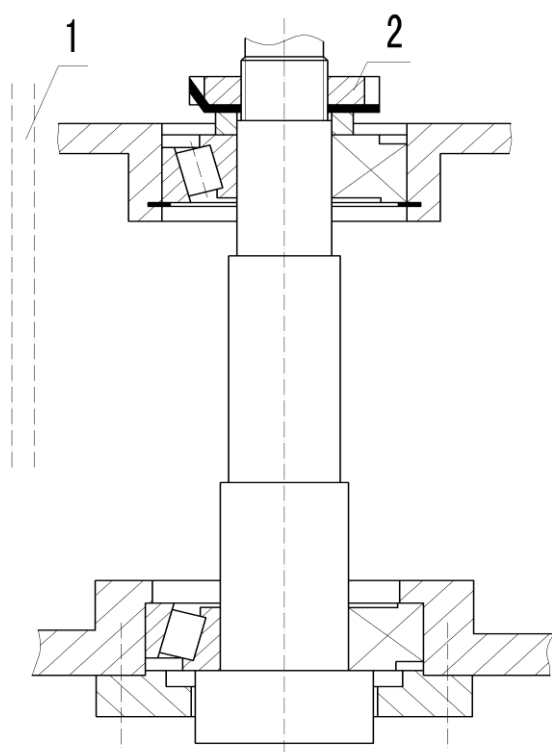

Рис. 4
7.1 Регулировка люфта подшипников шпинделя. (Рис.4)